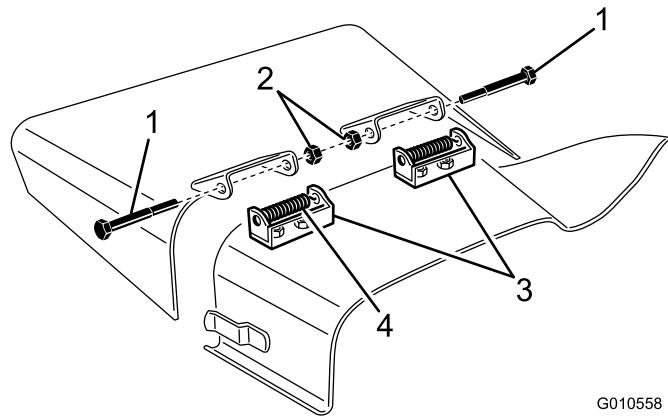

Figura 29
4. Retire los 2 tornillos de caperuza, las contratuerzas y los muelles que sujetan los soportes del deflector a los soportes de giro (Figura 29).
5. Para retirar los soportes de giro, retire los pernos de cuello cuadrado y las tuercas (Figura 29).